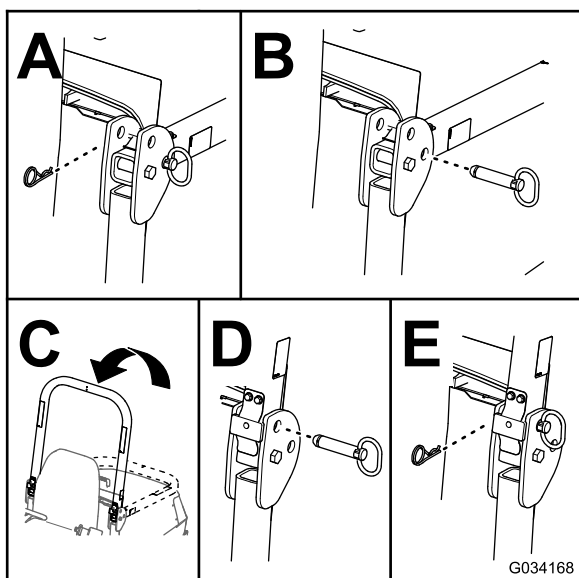

Figura 34
2. Îndepărtați cuiele spintecate i tifturile de la bara antiruluiu (Figura 34).
3. Ridicai bara antiruluiu i fixai-o cu tifturile i cuiele spintecate (Figura 34).